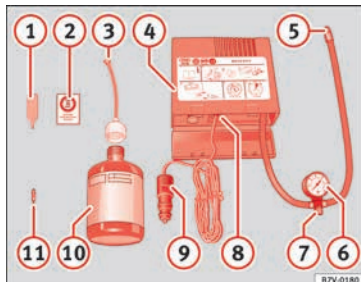

Abb. 64 Prinzipdarstellung: Bestandteile des Pannensets
• Ventilkappe und Ventileinsatz vom Reifenventil abschrauben. Verwenden Sie den Ventileinsatzdrehwerk » **Abb. 64** (1) zum Heraus-schrauben des Ventileinsatzes. Legen Sie den Ventileinsatz auf einem sauberen Untergrund ab.
• Reifendichtmittelflasche kräftig schütteln » **Abb. 64** (10).
• Schrauben Sie den Einfüllschlauch » **Abb. 64** (3) auf die Dichtmittelflasche. Die Folie am Verschluss wird automatisch durchstoßen.
• Verschlussstopfen vom Einfüllschlauch » **Abb. 64** (3) entfernen und das offene Ende ganz auf das Reifenventil stecken.
• Ventileinsatz mit dem Ventileinsatzdrehwerk » **Abb. 64** (1) wieder in das Reifenventil schrauben.
• Reifenfüllschlauch » **Abb. 64** (5) des Luftkompressors fest auf das Reifenventil schrauben.
- Prüfen, ob die Luftablassschraube » **Abb. 64** ⑦ zuge dreht ist.
- Stecker » **Abb. 64** ⑨ in die 12 Volt-Steckdose des Fahrzeugs stecken »  Seite 185.
- Luftkompressor mit dem EIN- und AUS-Schalter » **Abb. 64** ⑧ einschalten.